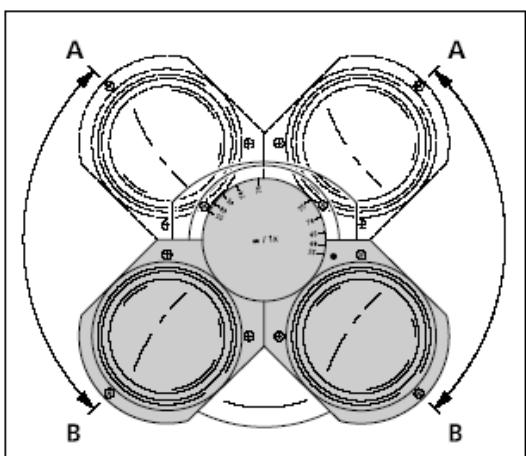

**图4-32 双目照相镜筒**
安装相应的接口后，双目观察筒照相接口（图4-32/1）上可以安装反射式照相机、显微照相机或摄影机。使用光路转换开关，光线就可以导入目镜或所安装的相机。
- 光路转换开关（图4-32/2）置于向前位置（眼睛标识）：光线 100% 到达目镜。
- 光路转换开关（图4-32/2）置于向后位置（相机标识）：光线 100% 到达相机。
- 推动推杆（图4-32/3）推入：关闭目镜遮光帘。
- 推动推杆（图4-32/3）拔出：打开目镜遮光帘。